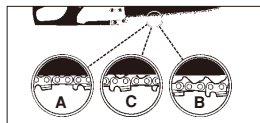

Fig. 5
**⚠ FORSIKTIG:** Hvis motorsagen er FOR LØS eller FOR STRAM, vil slitasjen øke på tannhjølet, skinnen, kjeden og veivaksellagene. Studer Fig. 5 for informasjon om riktig kaldspenning (A), korrekt varmspenning (B), og som en veiledning for når sagkjeden må justeres (C).